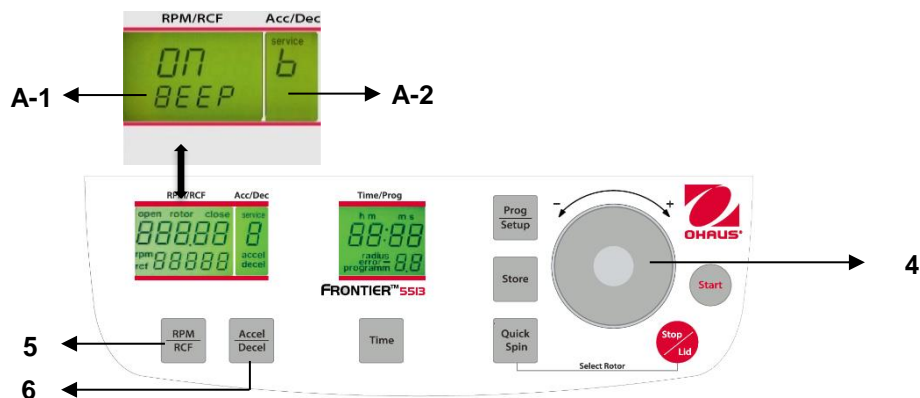

Figura. 33
Procedere come descritto al punto 4.1.2 per inserire questa modalità programma e poi premere il tasto "**Accel/Decel**" (6). Sul display "**Acc/Dec**" (A-2) lampeggia la parola "**Service**". Selezionare adesso la lettera "**B**" con la quadrante di regolazione (4). Di conseguenza, sul display "**RPM/RCF**" (A-1), appare la parola "**ON/BEEP**". Dopo aver premuto il tasto "**RPM/RCF**" (5), è possibile selezionare il suono tastiera con la quadrante di regolazione(4). (Vedere figura 33)